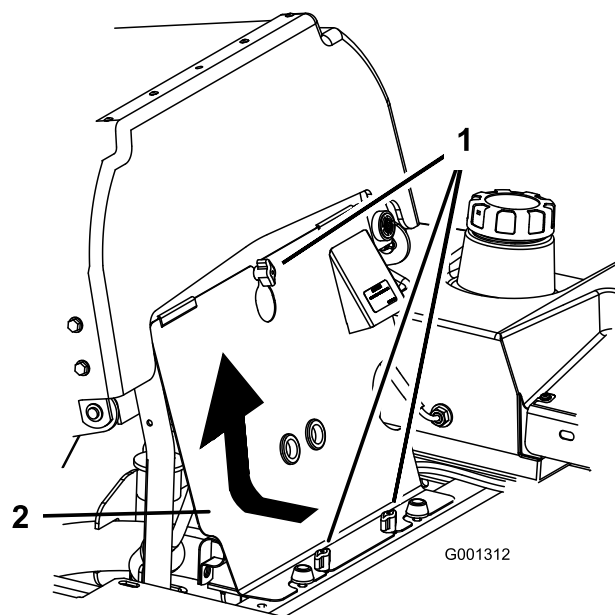

Figura 51
1. Inclíne el asiento hacia adelante y retire el panel delantero del motor (Figura 51).